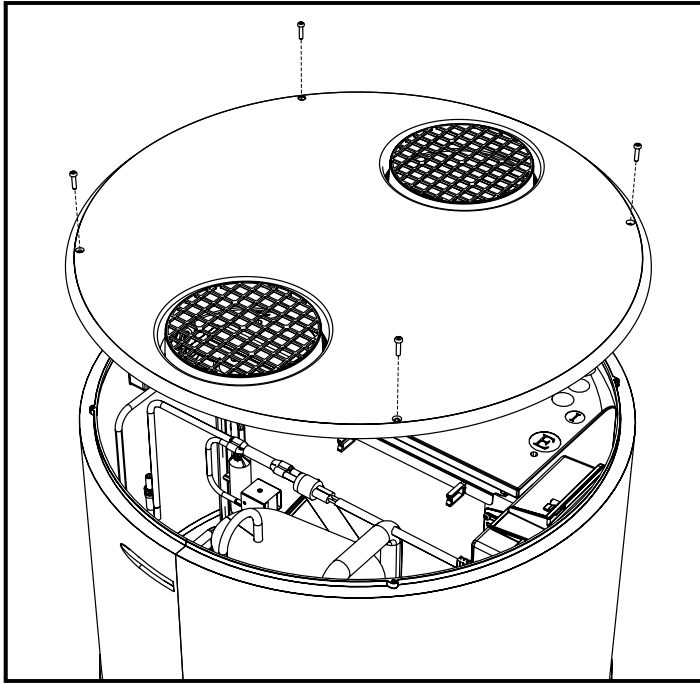

Abb. 76- Entfernen der oberen Abdeckung
- Entfernen Sie die obere Abdeckung, indem Sie zuerst die Sicherungsschrauben lösen (Abb. 76).